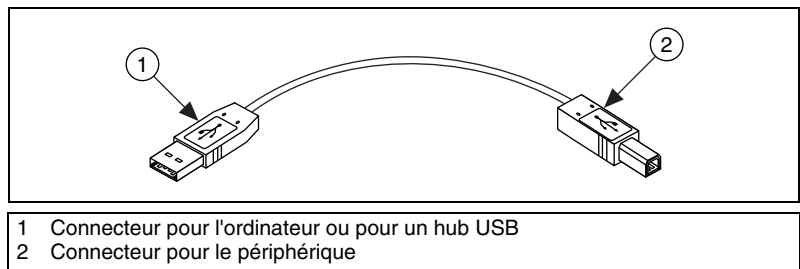

Figure 7. Câble et connecteurs USB
1. Reliez le câble USB représenté sur la figure 7 du port de l'ordinateur ou de tout autre hub USB au port USB du module USB SCXI.